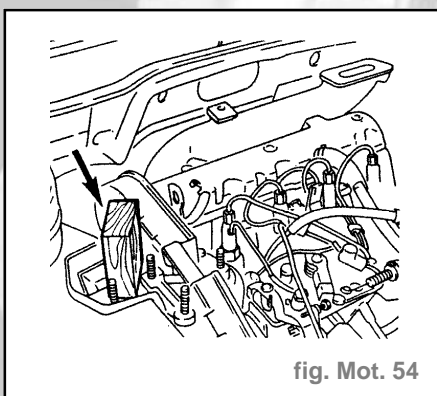

fig. Mot. 54
- Basculer le moteur vers l'avant. Interposer une cale en bois entre la caisse et le moteur (fig. Mot. 54).